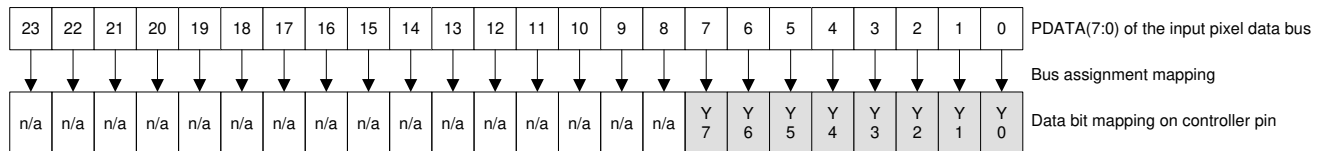

图 5-9. BT.656 接口模式位映射
- 使用以下公式计算时钟抖动 (以 ns 为单位) : 抖动 = $[1 / f_{clock} - 5.76ns]$ 。时钟抖动必须维持建立时间和保持时间。BT.656 数据位必须映射到 DLPC3470 PDATA 总线, 如图 5-9 所示, 该图展示了 BT.656 总线模式 YCbCr 4:2:2 源 PDATA (23:0) 映射。
- BT.656 接口接受每种颜色 8 位数据, 即按照行业标准编码的 4:2:2 YCbCr 数据, 这些数据通过 PDATA(7:0) 在 PCLK 的有效边沿上进行传输。请参阅图 5-9。